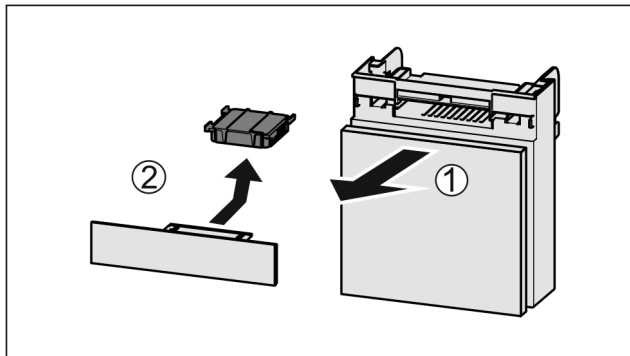

Fig. 45
- ▶ Fach nach vorne herausziehen Fig. 45 (1).
- ▶ Aktivkohlefilter entnehmen Fig. 45 (2).